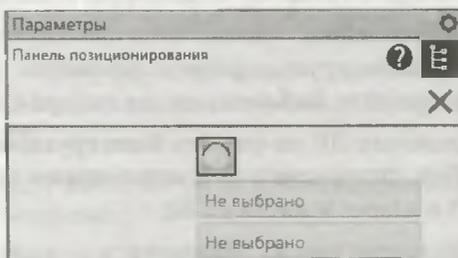

Рис. 30.29. Панель Параметри: Позиционирование
- ◆ щелкните ЛК мыши по разделу **Проточка по ГОСТ 10549-80 для наружной резьбы** — в графической области появятся модель вала и панель **Панель позиционирования** (рис. 30.29);